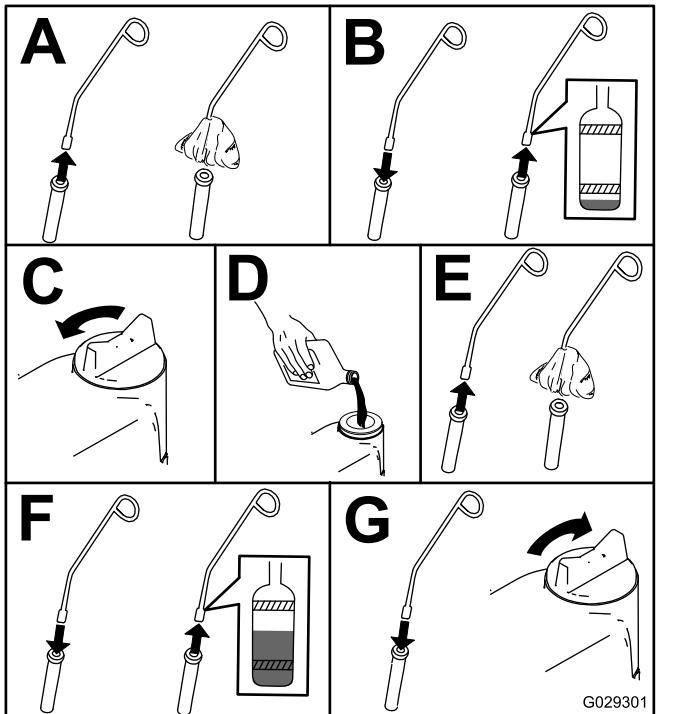

Figura 98
5. Compruebe el nivel de aceite del motor como se muestra en Figura 98.